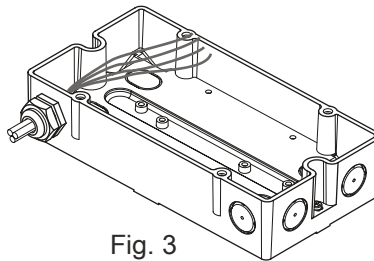

Fig. 3
4. Secure the M20 x 1.5 cable glands on the housing and guide in the cables (Fig. 3).
4. Befestigen Sie die Kabelverschraubungen M20 x 1,5 am Gehäuse und führen Sie die Kabel ein (Fig. 3).
4. Fixez les presse-étoupe M20 x 1,5 sur le boîtier et introduisez les câbles (fig. 3).